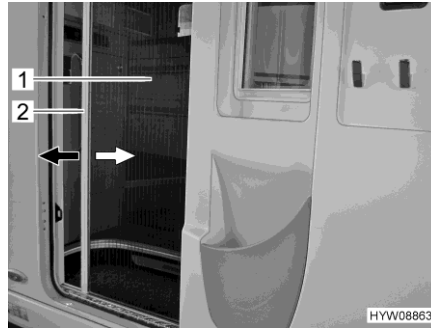

Bild 40 Insektenschutz (Wohnraumtür)
- Griffleiste (Bild 40,2) mit beiden Händen fassen und Insektenschutz (Bild 40,1) gleichmäßig aus der Türaufnahme ziehen.
- Griffleiste (Bild 40,2) mit beiden Händen fassen und Insektenschutz (Bild 40,1) mit leichtem Druck zurück in die Türaufnahme schieben.